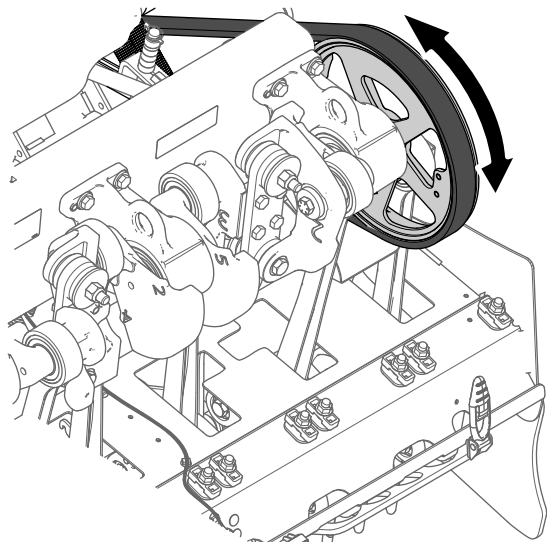
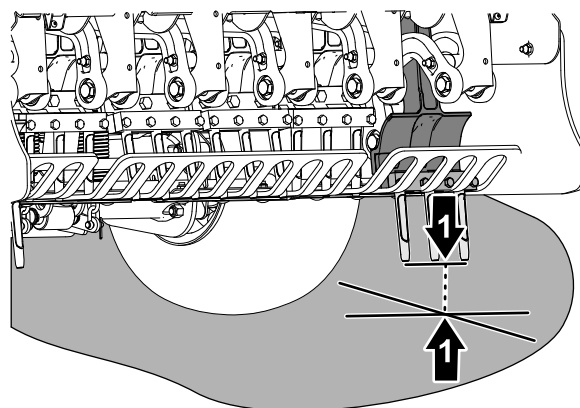

図 59
図 60
4. コアリングヘッドのプーリー 図 59 を回転させて、一番外側のタインが地表面に最も近付いた状態にする 図 60。